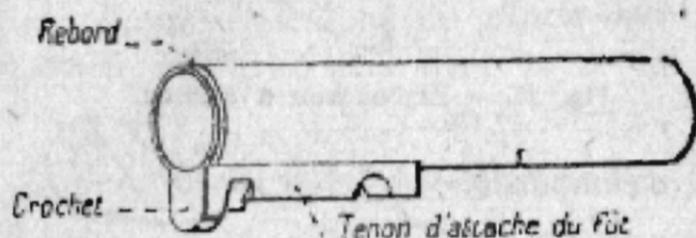

Fig. 22. — Tube-arrêt de piston.
82. **Fût** (fig. 22) : le magasin, le logement du tube-arrêt de
le **tube-arrêt de piston** (fig. 22), son *rebord*; le **tenon**